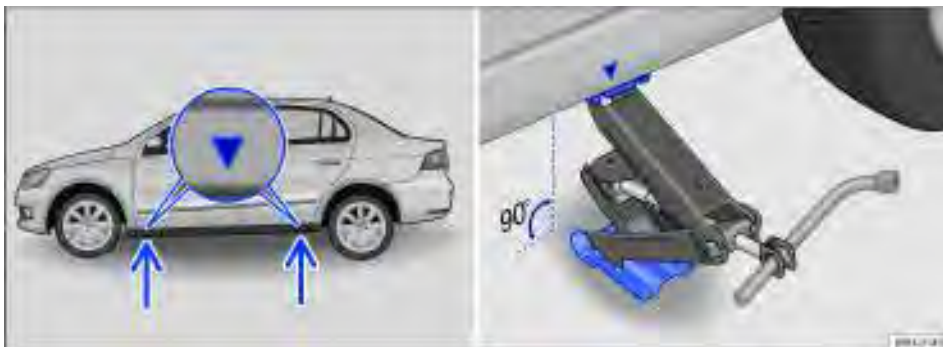

Fig. 162 Pontos de apoio do macaco e macaco posicionado no lado esquerdo traseiro do veículo.
O macaco somente pode ser posicionado nos pontos de apoio indicados (marcação na carroceria) ⇒ Fig. 162. É válido o ponto de apoio localizado próximo à roda correspondente ⇒ .
8. Garantir que a base do macaco, com toda sua superfície, esteja sobre o chão e que a base se encontre perpendicularmente abaixo do ponto de colocação ⇒ Fig. 162.
9. Alinhar o macaco e, simultaneamente, levantar a garra do macaco até ela se encaixar na travessa debaixo do veículo ⇒ Fig. 162.
- Posicionar o macaco somente nos pontos indicados. A garra do macaco deve se encaixar no perfil da longarina de forma segura ⇒ Fig. 162.